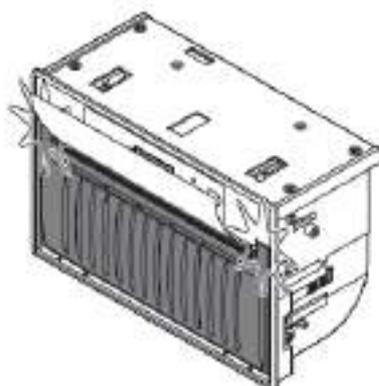

Рисунок 35
2.5.5 Закройте крышку отсека для бумаги. Для этого нажимайте на крышку, пока она не защелкнется. При этом небольшой участок бумаги должен выходить из-под крышки принтера (рисунок 35).